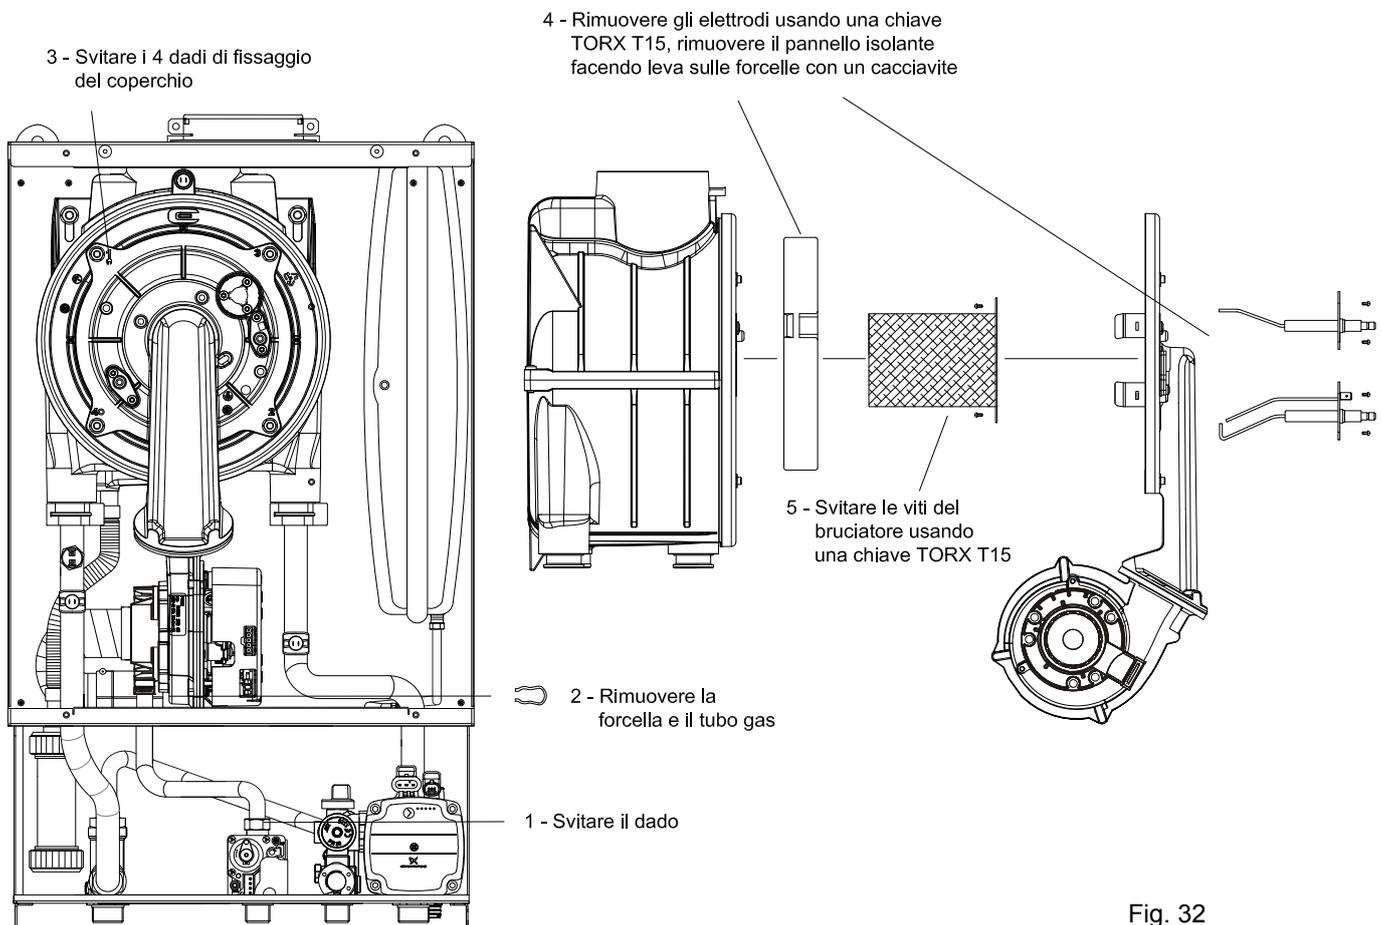

Fig. 32
7.6 SOSTITUZIONE BRUCIATORE (Fig. 32)